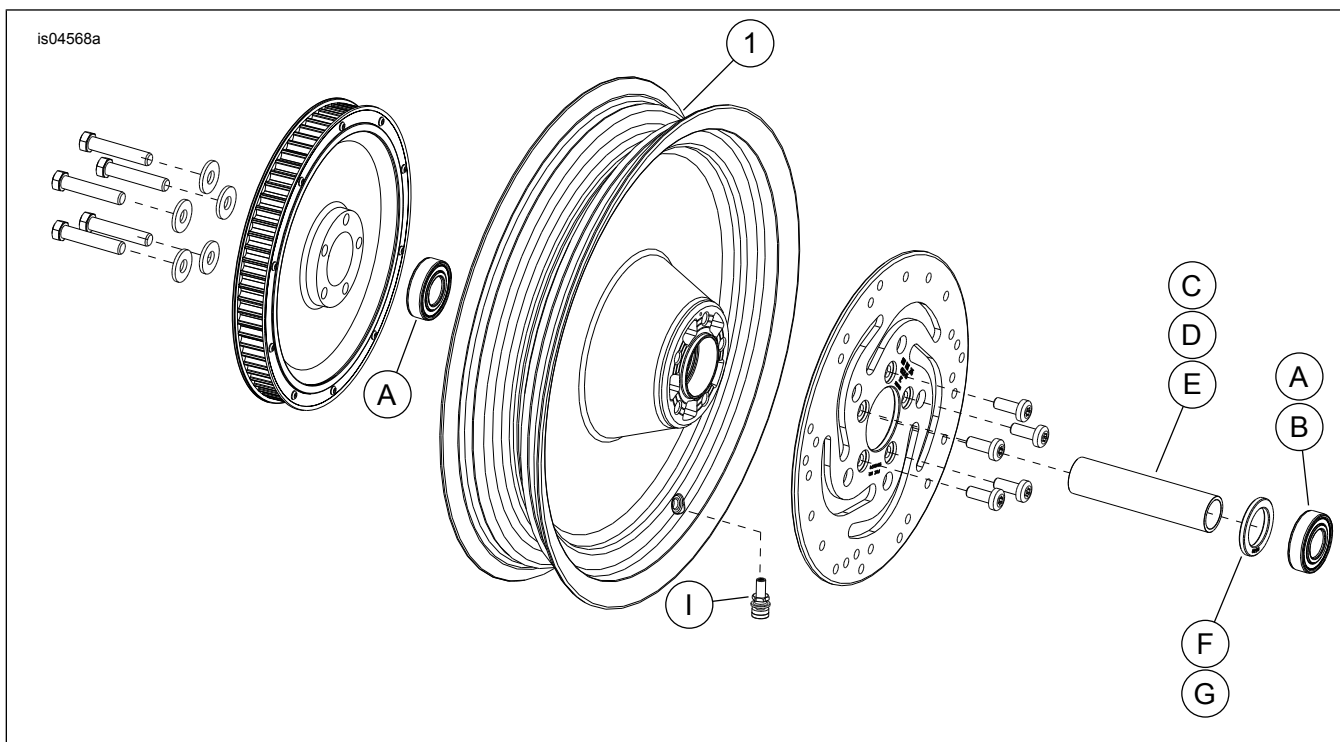

Figure 1. Pièces de rechange : Roues à disque arrière (16 pouces illustrées)
Voir Figure 1 et Tableau 2.
2. Voir Figure 1. Poser l'ensemble de tige de valve (I) sur la roue. Voir PNEUS dans le manuel d'entretien.